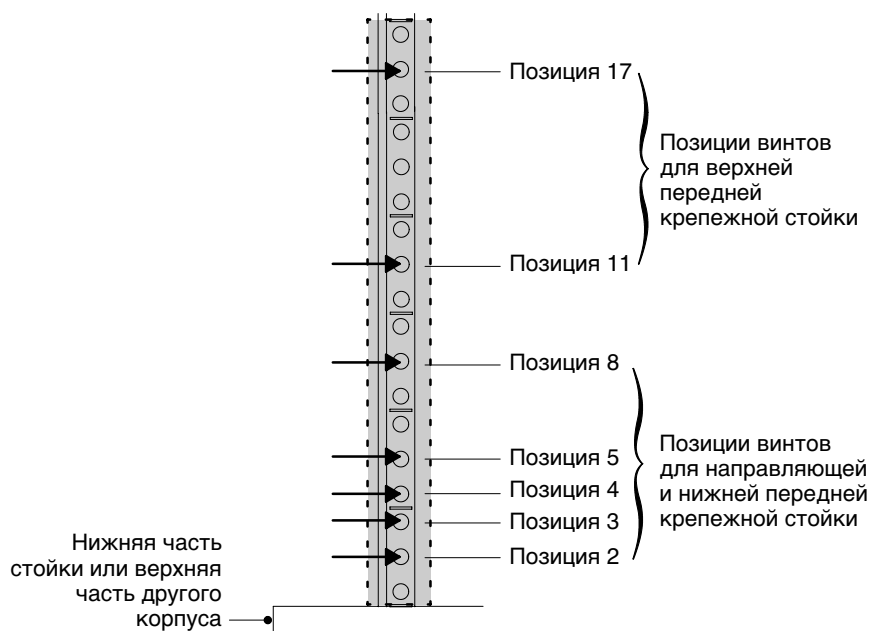

Рисунок 14. Положения винтов передней направляющей для ИБП
1. Выберите нужные отверстия в стойке для крепления ИБП (см. рис. 14).
3. При помощи двух крепежных винтов M5 и крепежной пластины прикрепите направляющую к передней части стойки (см. рис. 14 и рис. 15).